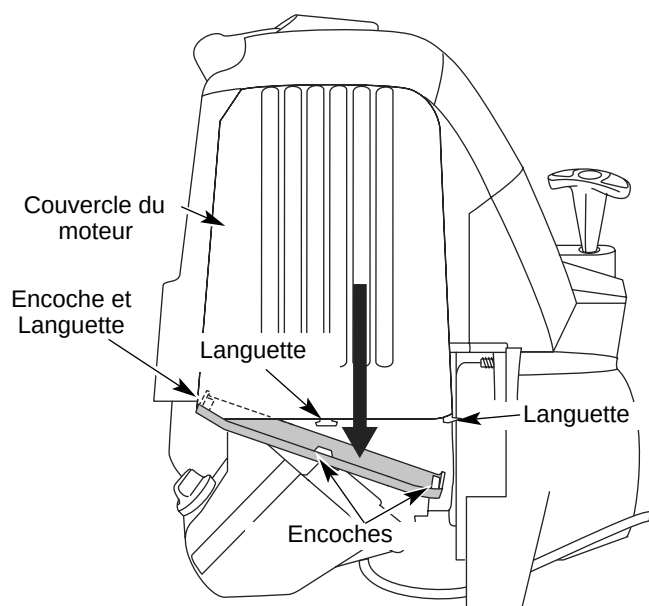

Fig. 34
13. Remplacez le couvercle du silencieux. Glissez avec un clic les encoches sur les crans du couvercle par-dessus les languettes du couvercle du moteur (Fig. 34).